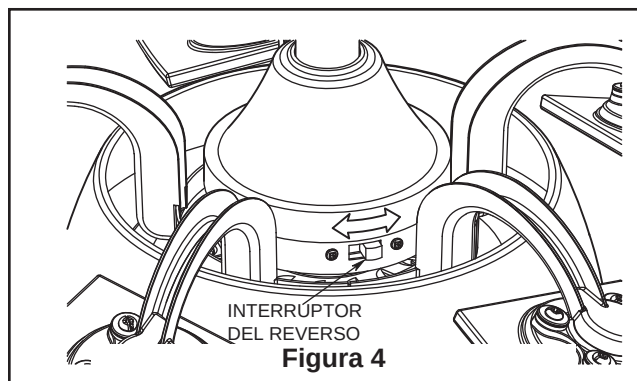

Figura 4
- ☐ 4. Si se desea que el flujo del aire vaya en la dirección opuesta, apague el ventilador y espere a que se detengan las palas. Deslice la carcasa de la cubierta para visualizar el interruptor del reverso. Deslice el interruptor del reverso ubicado en la parte superior del motor hacia la posición opuesta y encienda de nuevo el ventilador. (Figura 4)